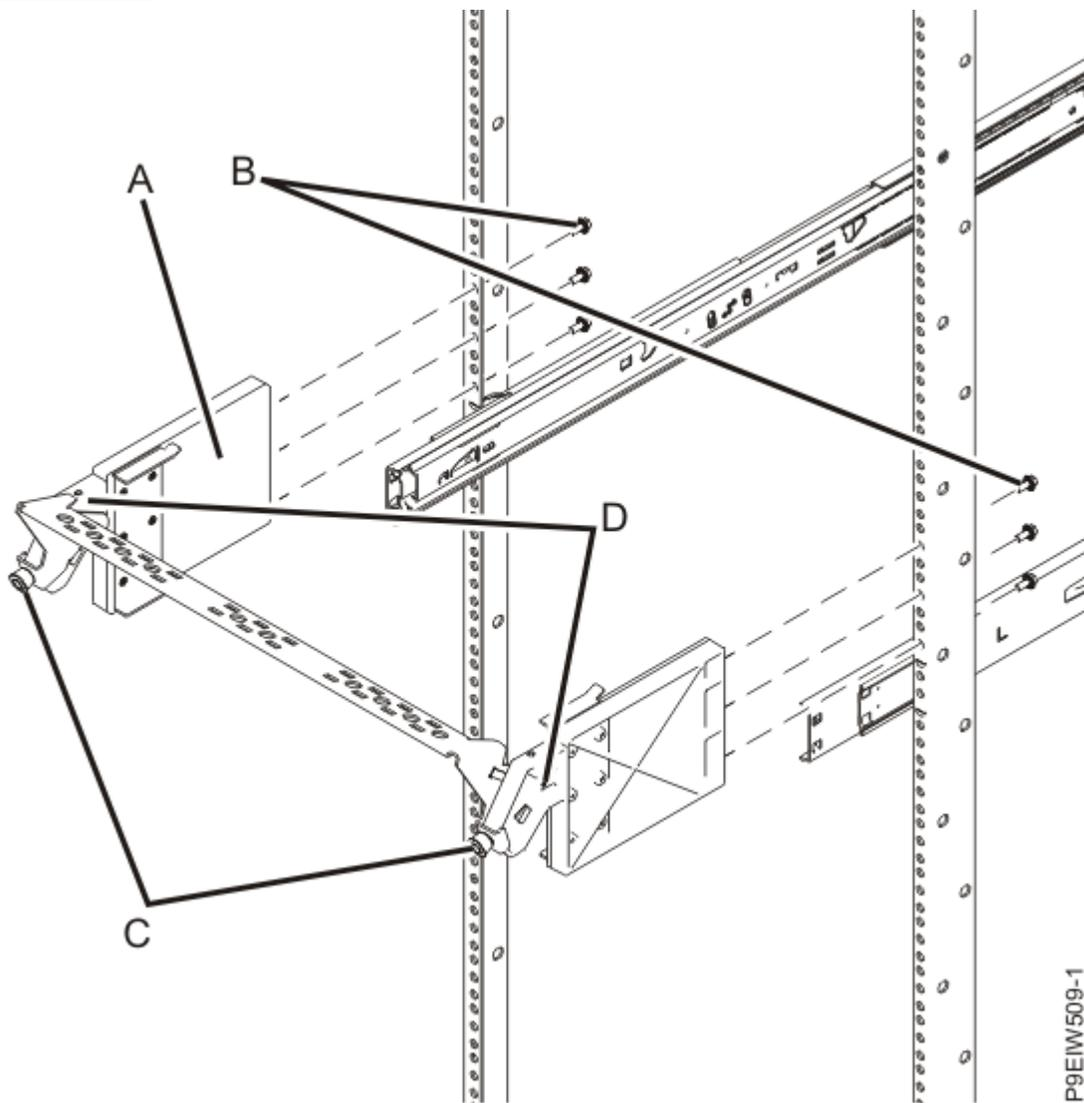

図 14. ラックへのケーブル管理ブラケットへの取り付け
3. 2本のM3ねじ(D)を使用して、ケーブル管理バーをケーブル管理ブラケットに取り付けてケーブル管理ブラケットをアセンブルします(16ページの図14を参照)。
- b. 16ページの図14に示すように、ラックの内側から、ラック・フランジを通してケーブル管理ブラケット(A)に3本のねじ(B)を取り付けます。
5. つまみねじ(C)を引き、ブラケットを斜めにして、必要に応じてケーブル管理ブラケットを調整します(16ページの図14を参照)。